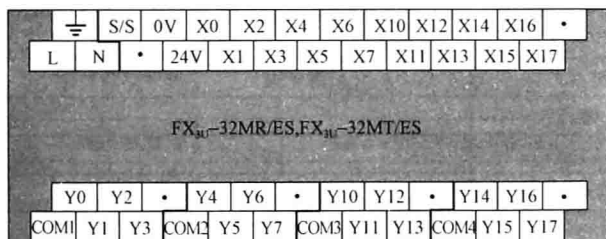

图 1-9 FX_{3U}-32MR 外部端子接线图
外部接线端子 (见图 1-9): 外部接线端子包括 PLC 电源 (L、N)、输入用直流电源 (24V、0V)、输入端子 (X)、输出端子 (Y)、机器接地等。它们位于机器两侧可拆卸的端子上, 每个端子均有对应的编号, 主要完成电源、输入信号和输出信号的连接。